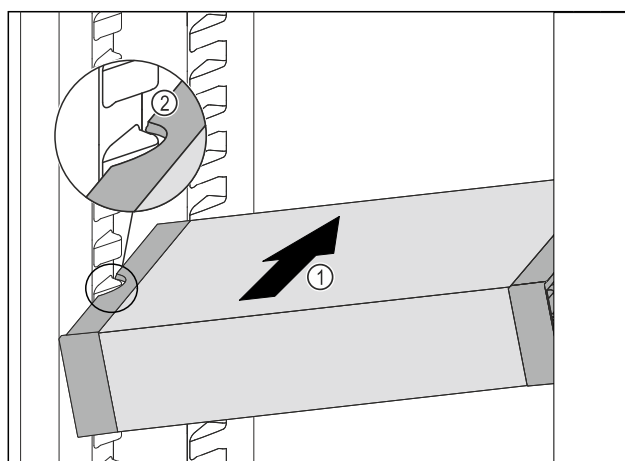

Fig. 73
- ▶ Skub VarioSafe skråt ind i kølesektionen, Fig. 73 (1) indtil udsparringerne i siden Fig. 73 (2) på VarioSafe er på niveau med beholderribben i kølesektionen.